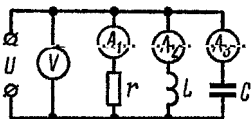

рис. 13
**14.** По показаниям приборов, включенных в цепь (рис. 13), определить ток, проходящий в неразветвленном участке цепи, сопротивление каждой ветви и полное сопротивление цепи. Заменить данную цепь эквивалентной последовательной цепью  $r_3, x_3$ . Построить векторную диаграмму. Даны:  $U = 120$  В,  $I_1 = 3$  А,  $I_2 = 6$  А,  $I_3 = 2$  А.